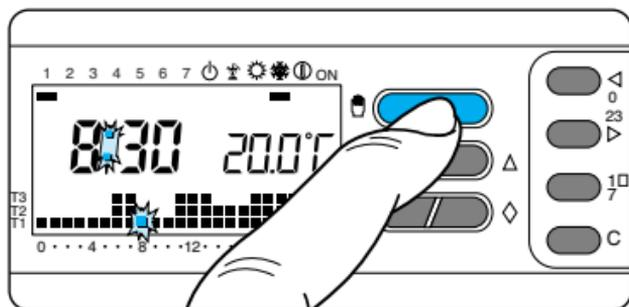

Fig. 49
9.10 - Premere il pulsante  per riportare l'apparecchio in funzionamento AUTOMATICO (fig. 49).